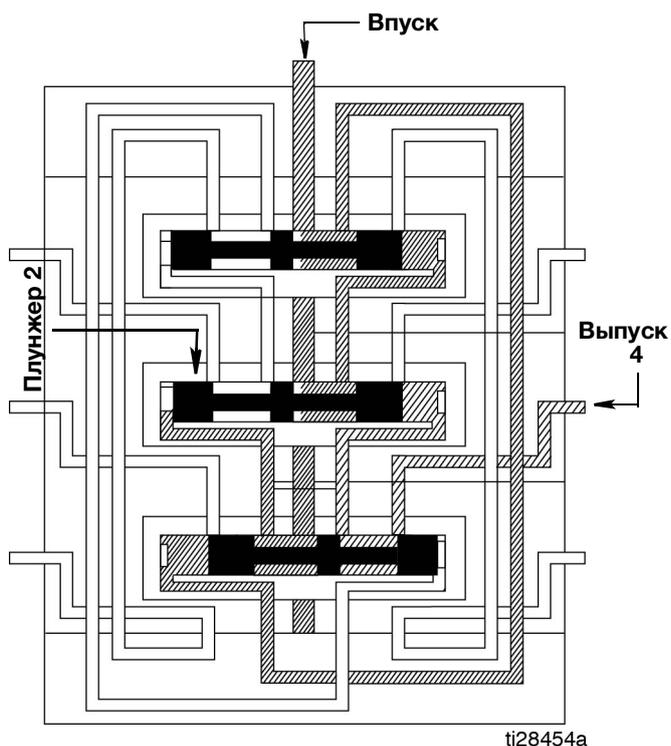

Рис. 11
2. Плунжер 2 открывается и производит подачу смазочного материала в выпускное отверстие 4 (Рис. 11).